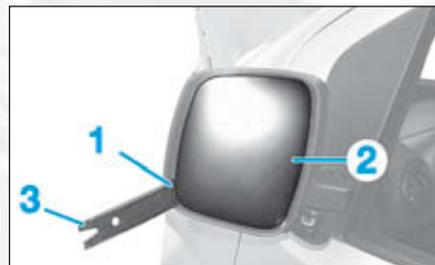

FIG.53
- Dégrafer en (1) la glace (2) du rétroviseur à l'aide d'un outil plat non tranchant (3) (Fig.53).